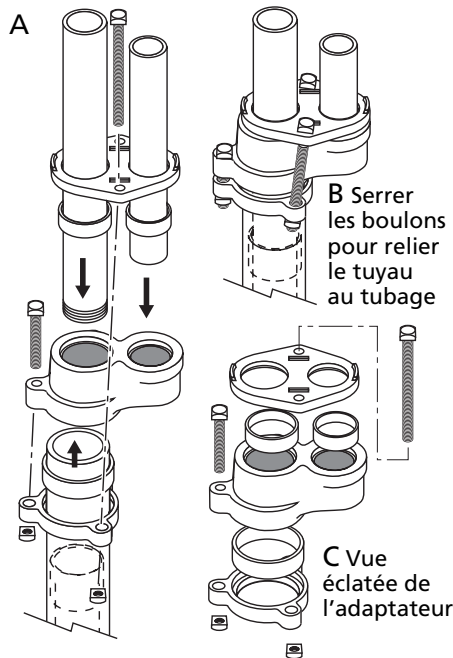

Figure 1 – Adaptateur de tubage du kit 4HFC2
6. Pour des illustrations de l'assemblage et de l'installation de l'adaptateur de tubage, voir les Figures 1 et 2).